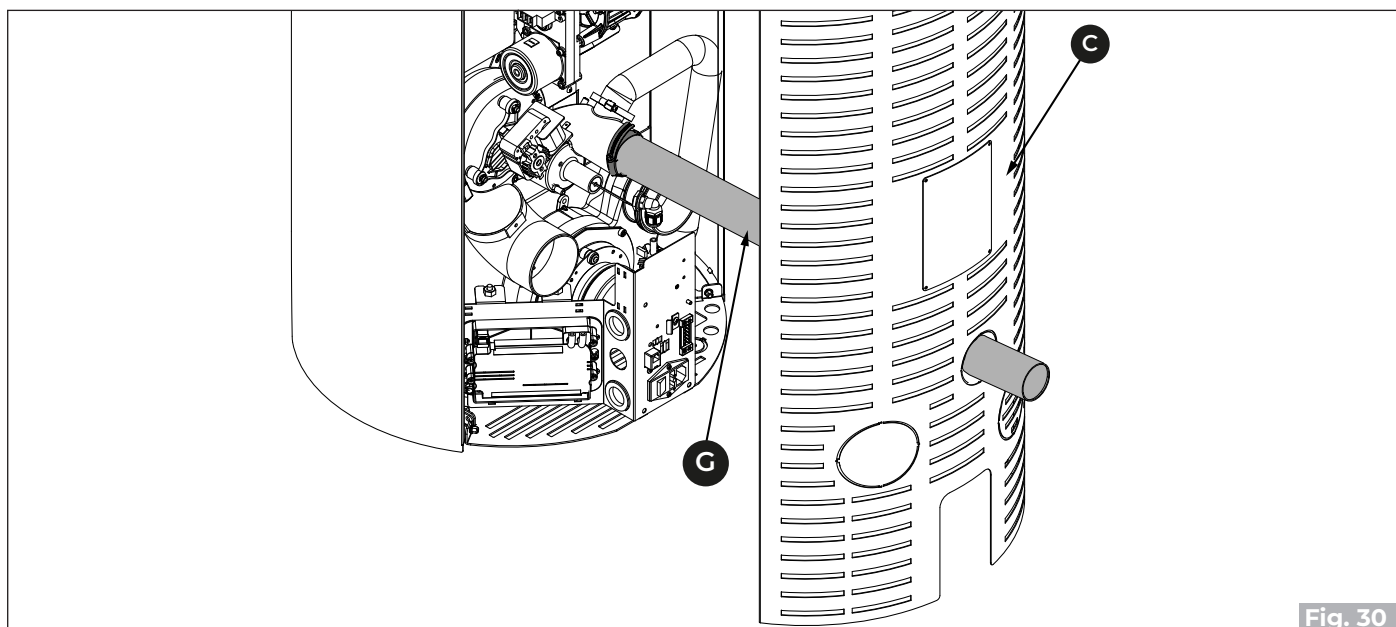

Fig. 30
- Raccorder le tube d'évacuation de la fumée (G) («Fig. 30»)